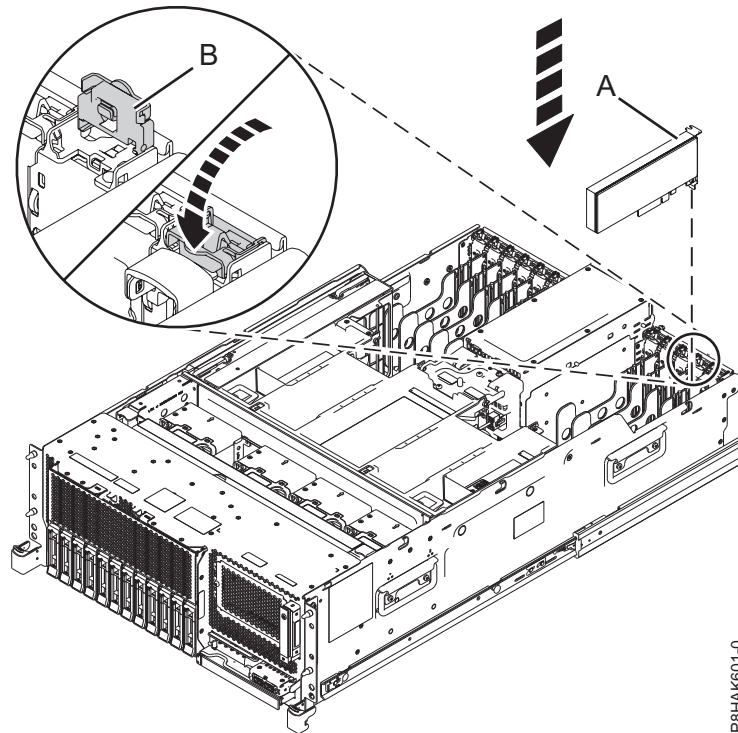
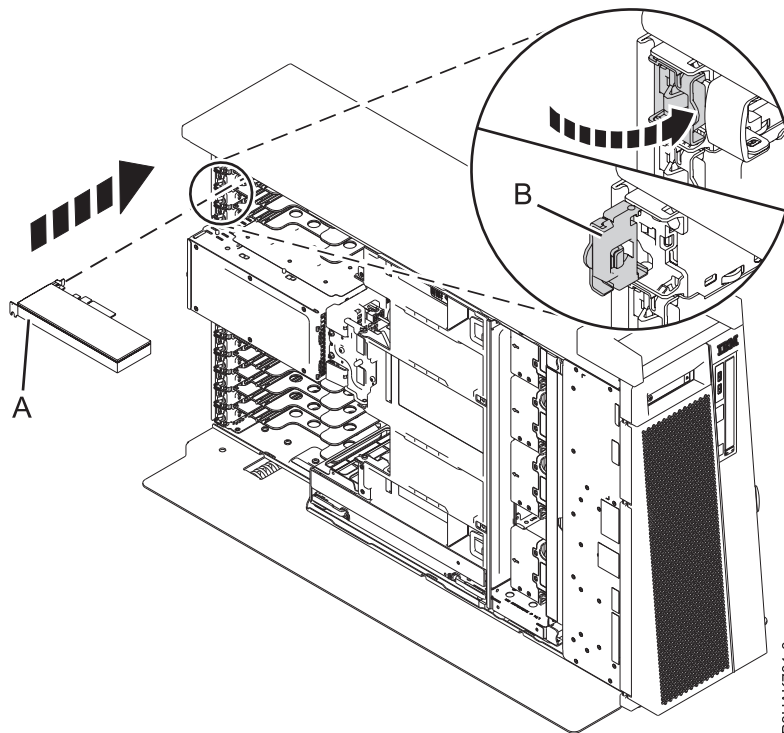
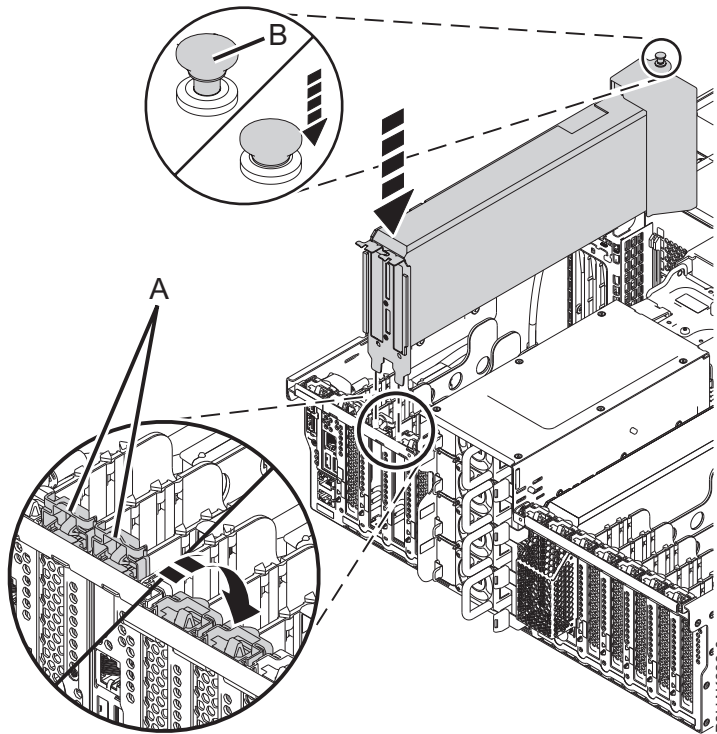

Abbildung 7. PCIe-Adapter in einem Einschubsystem installieren oder austauschen
Abbildung 8. PCIe-Adapter in einem eigenständiges System vom Typ 8286-41A installieren oder austauschen
Abbildung 9. PCIe-Adapter (GPU) in einem Einschubsystem installieren oder austauschen
8. Wenn die Adaptersicherung (B) des Zielsteckplatzes nicht bereits geöffnet ist, ziehen Sie die Adaptersicherung in die geöffnete Position, indem Sie sie von ihrem Clip an der Systemrückseite nach außen drehen - siehe Darstellung in Abb. 7 auf Seite 9 und Abb. 8 auf Seite 9.
9. Fassen Sie den Adapter vorsichtig an der Oberkante oder am Haltesteg an und richten Sie den Adapter an dem Steckplatz und dem zugehörigen Anschluss an der Systemrückwandplatine (A) aus, siehe Darstellung in Abb. 7 auf Seite 9, Abb. 9 auf Seite 10 und Abb. 8 auf Seite 9.
- a. Drehen Sie die Adaptersicherung (A) in die in Abb. 9 angezeigte Richtung.
- b. Drücken Sie den Hebel (B) an der Luftführung, damit sie einrastet, wie in Abb. 9 dargestellt.
12. Drehen Sie zum Verriegeln des Adapters im Steckplatz die Adaptersicherung (B) in die abgebildete Richtung in Abb. 7 auf Seite 9 und Abb. 8 auf Seite 9.